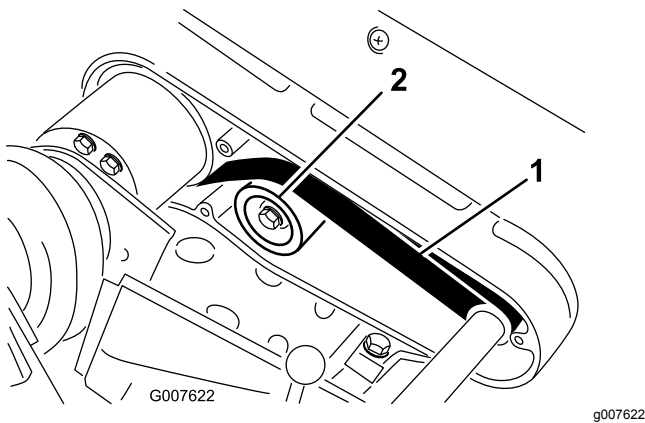

Figure 40
2. Contrôlez la tension en exerçant une force de 22 à 26 N sur le brin à mi-distance entre les poulies (Figure 40).
- A. Desserrez l'écrou de fixation de la poulie de tension et faites pivoter la poulie dans le sens horaire contre l'arrière de la courroie jusqu'à ce que vous obteniez la tension voulue (Figure 40).